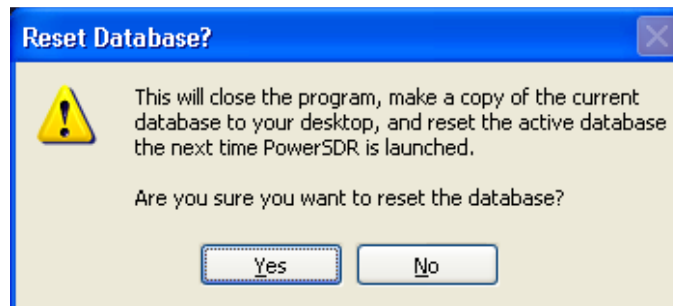

Abbildung 83: Warnung bei Reset Database
- ☞ **Reset Database:** Wenn Sie auf den Button klicken, erscheint zunächst eine Warnung, siehe Abbildung 83.